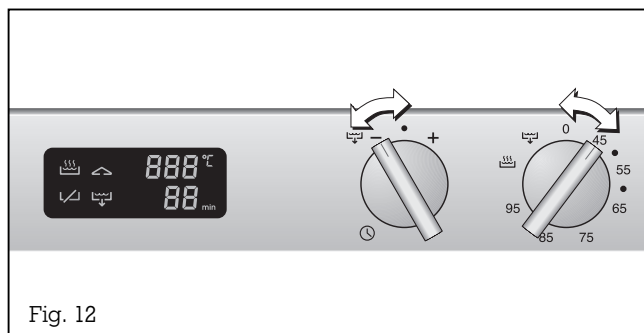

Fig. 12
- Tournez le bouton « température » en position 0. Le symbole sécurité enfants disparaît sur l'afficheur (fig. 12).